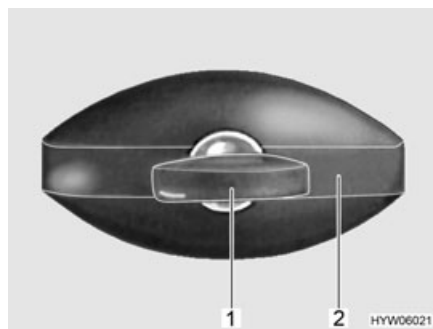

Fig. 26 Serratura dello sportello (ellittico, chiuso)
- Inserire la chiave nel cilindro della serratura (Fig. 26,1) e ruotare in senso antiorario di un quarto di giro. La maniglia della serratura (Fig. 26,2) scatta all'infuori.